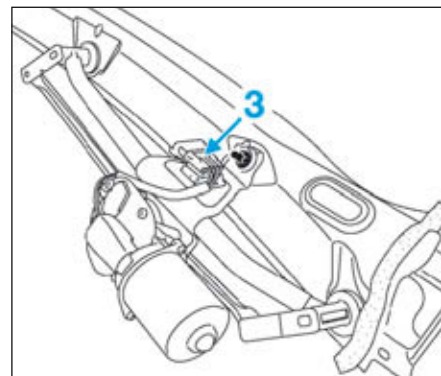

FIG.89
- Dégrafer le connecteur (3) du mécanisme d'essuie-vitre avant (Fig.89).